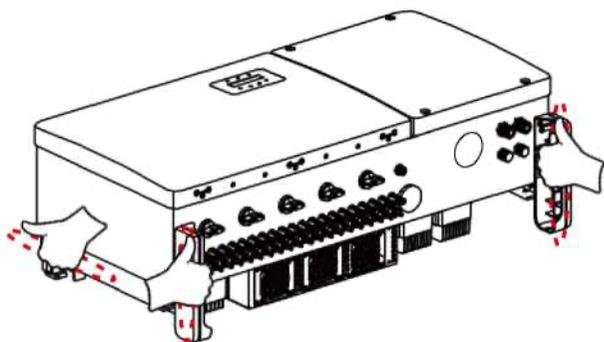

Figura 3.4 Asas del inversor
2. Se necesitan dos personas para sacar el inversor de la caja de envío. Utilice las asas integradas en el disipador de calor para sacar el inversor de la caja (vea la Figura 3.4).